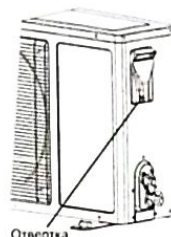

Рис. 13
- Открутите и снимите крышку электронного устройства (Рис. 13).